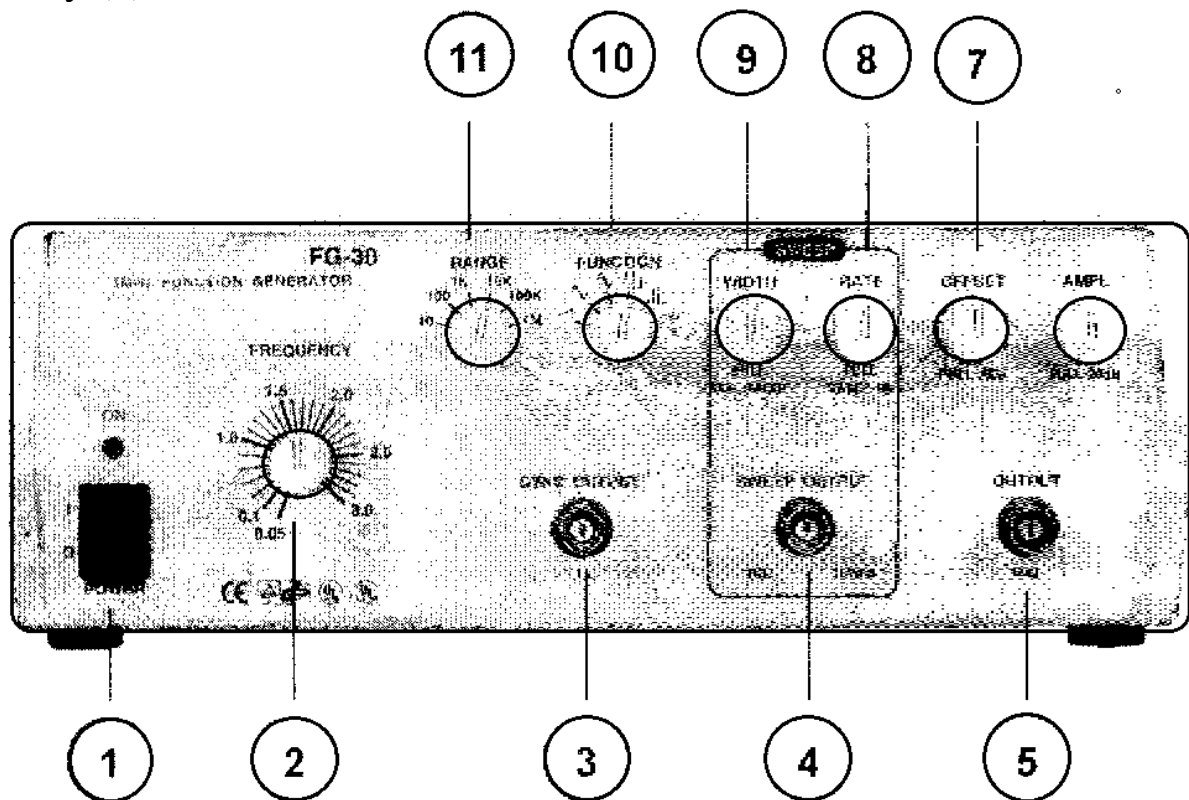

Рисунок 7 - Зовнішній вигляд панелі генератора функцій FG-30
3.3 Порядок налаштування генератора розгортки (див. рисунок 7)